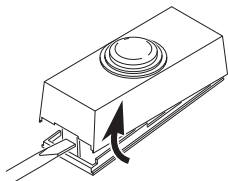

Figure 1
1. **Retirez la languette orange de la pile du bouton-poussoir.** Ôtez la partie arrière du boîtier en enfonçant la patte du bas au moyen d'un petit tournevis (voir la Figure 1). Retirez la languette orange.
- **Au moyen de vis :** Pour faire l'installation avec les vis, enlevez le dos du boîtier en poussant sur les agrafes de la base avec un tournevis (voir la Figure 1). *Remarque :* Enlevez les débris des trous de vis (au besoin) avant d'installer les vis. Fixez le dos du boîtier au chambranle ou au mur (voir la Figure 3). Enclenchez la partie avant de l'unité de bouton-poussoir en place.